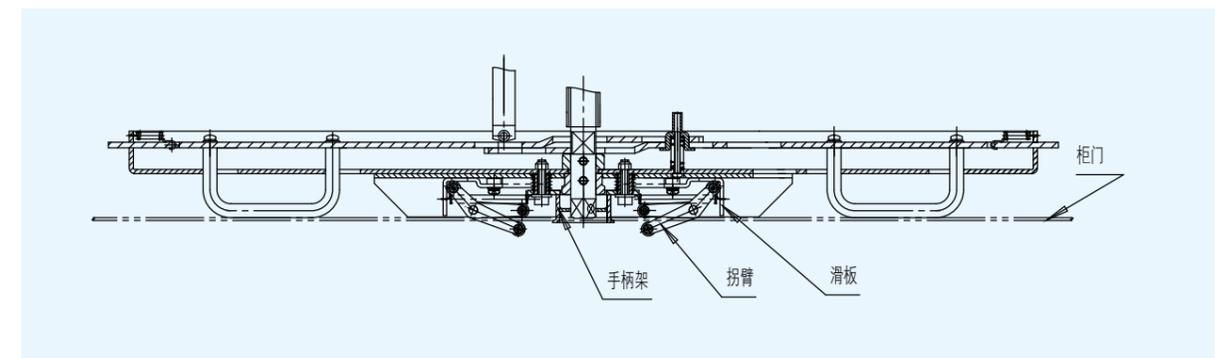
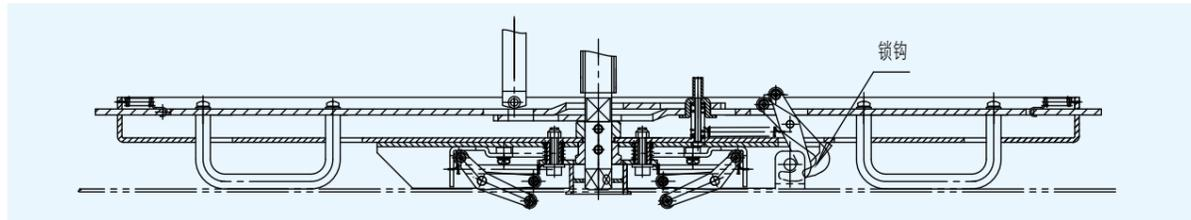
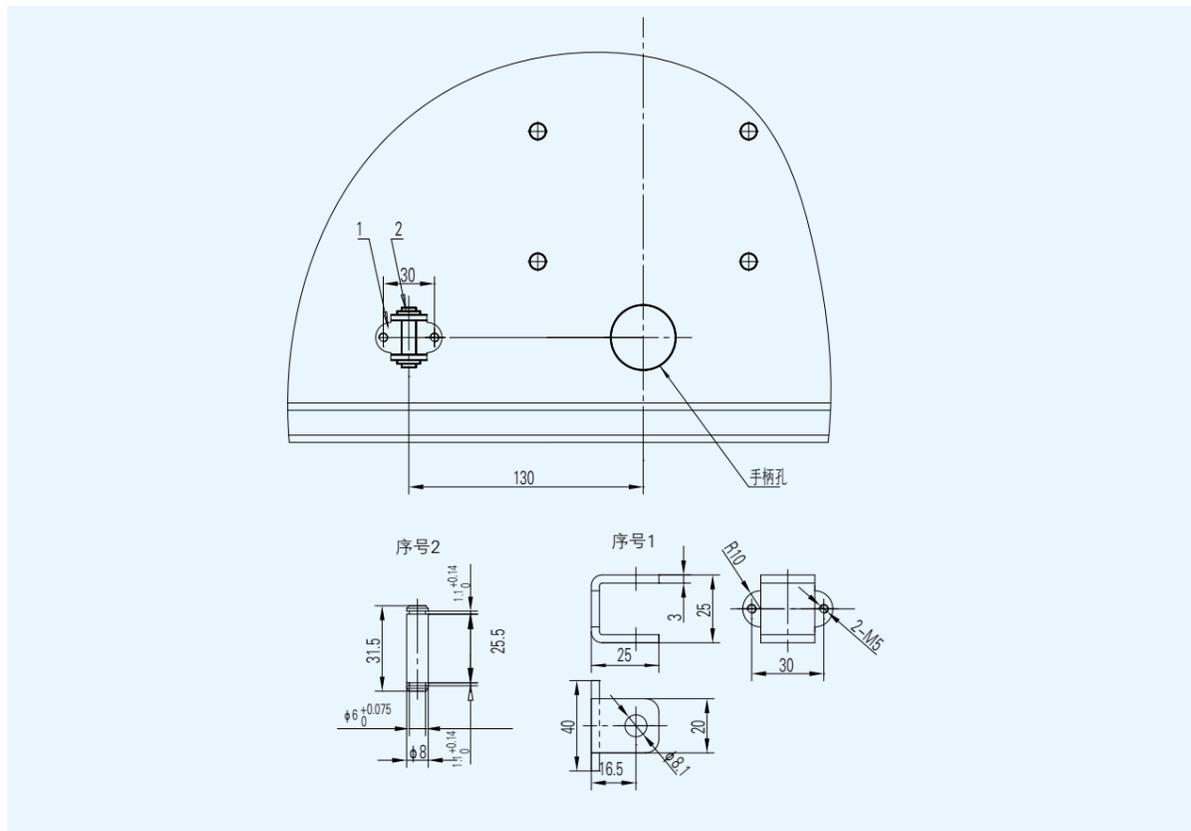

图 9 底盘车关门联锁方案 1
图 10 底盘车关门联锁方案 2
图 11 底盘车关门联锁方案 2 对应的柜门改动
- 底盘车关门联锁工作原理及柜门改动详见图 9、图 10、图 11。
方案 1. DPC-□-□/G, 该型号底盘车仅增加关门操作功能, 其结构见图 9, 其原理为当柜门打开时滑板挡在手柄架下面手柄无法插上。柜门关上时柜门压向拐臂带动滑板滑向两侧避让手柄架, 使手柄能顺利插上摇动底盘车。该联锁柜门不须改动。